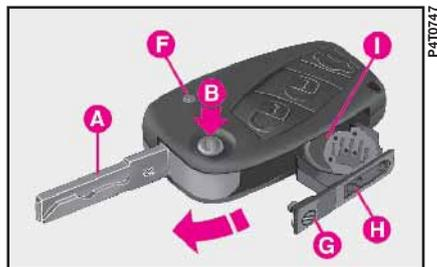

fig. 7
– appuyer sur le bouton **B** (fig. 7) et porter l'anneau métallique **A** en position d'ouverture;